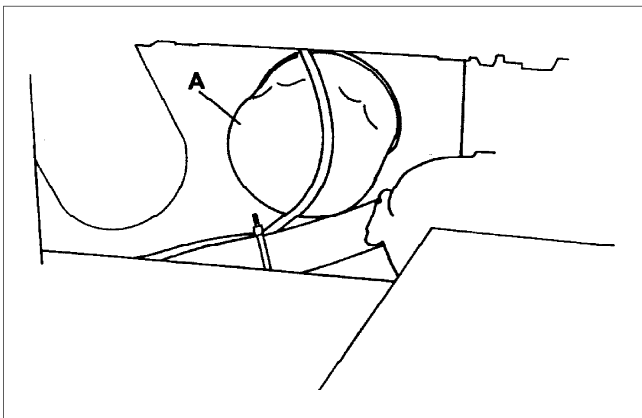

Fig.29
- Remove cartridge (A Fig.29) from engine by unscrewing and discard.
- Schroef het patroon (A afb. 29) los en gooi dit weg.
- Enlever la cartouche (A fig. 29) du moteur en la dévissant et la jeter.